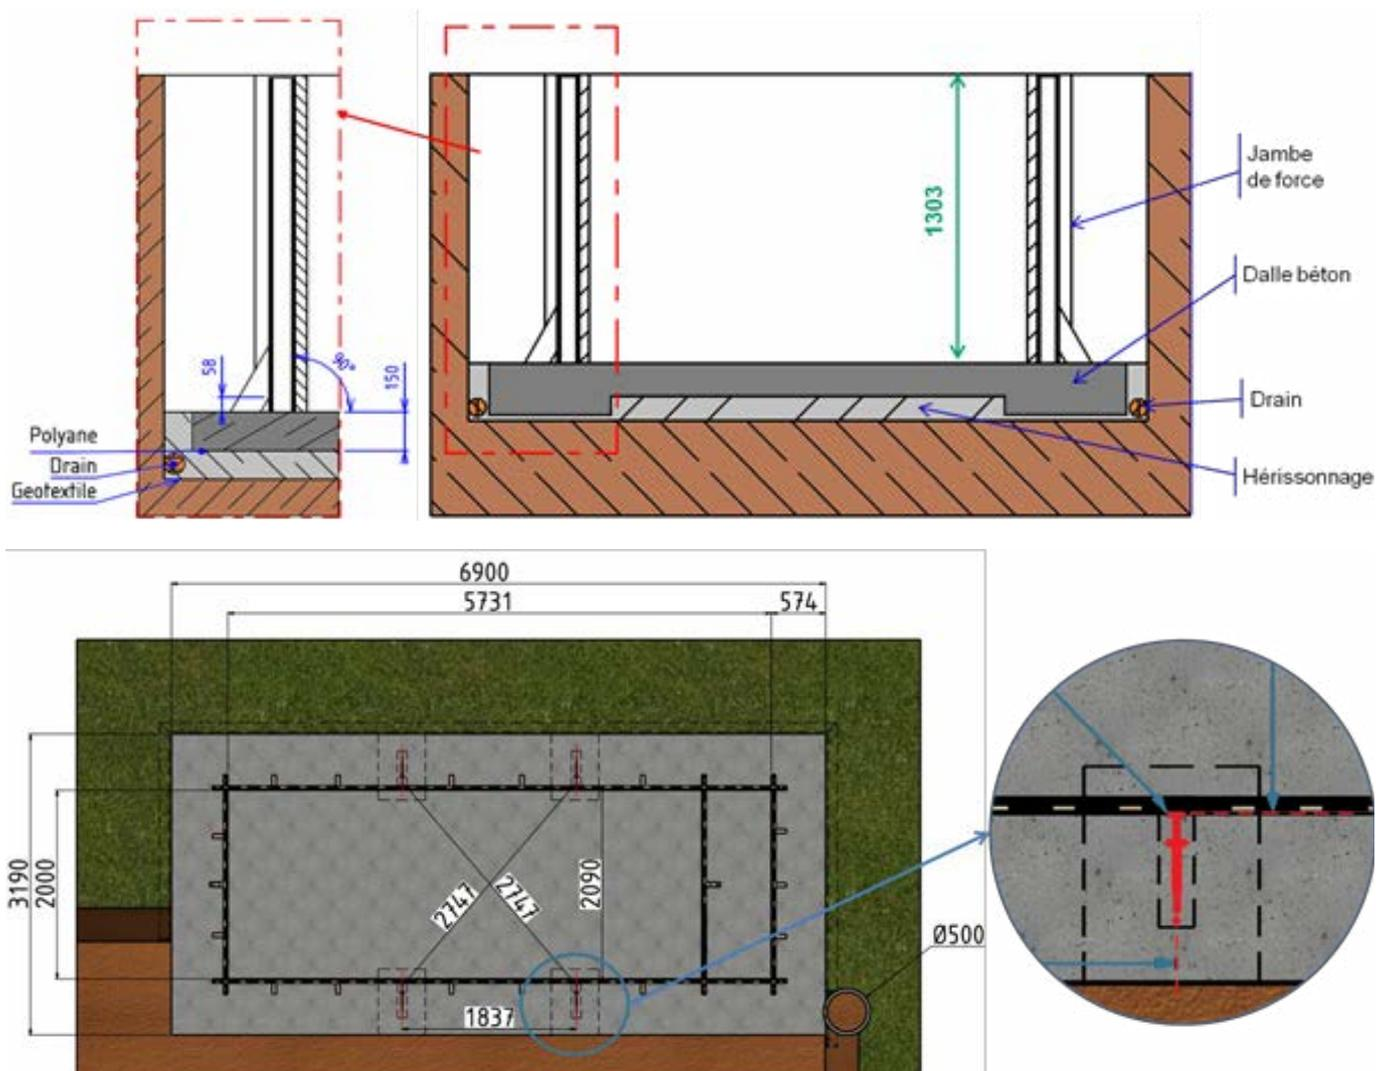

Figure 4 – Positionnement des jambes de force
**ASTUCE :** Vous pouvez utiliser les jambes de force pour matérialiser la hauteur que devra avoir votre dalle de béton une fois achevée. Pour cela, en prenant comme niveau 0 l'arase de votre piscine (dessous des margelles, voir *Figure 4*, mesurer 1,303 m et tracer un trait à cette cote sur le devant de la jambe de force. Ce trait correspondra à la valeur finie de votre dalle béton.
- ! Vérifier que l'ensemble des cotes de la *Figure 4* sont respectées avant de passer à l'étape suivante.